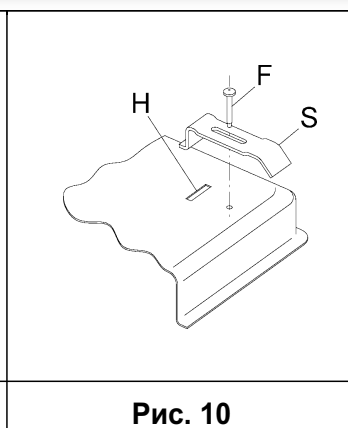

Рис. 10
- Закрепите варочную панель скобами «S», совместив их выступающую часть с прорезями «H» на нижней поверхности и притянув винтами «F» (рис. 10).